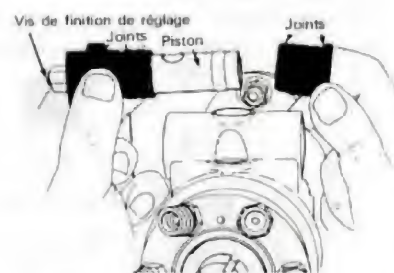

Fig. 13.
- Desserrer et enlever les deux bouchons, ainsi que le piston d'avance (fig. 13).